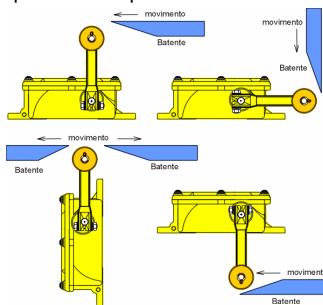

Fig. 2 - Exemplos de montagem da FL-618 Ex
- As chaves podem ser montadas na vertical ou horizontal, com a alavanca posicionada em qualquer direção, para facilitar a ação do batente sobre a alavanca (fig.2).